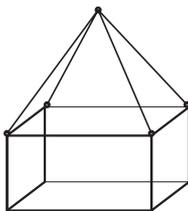

Abb. 1:
- **An allen 4 Ringschrauben gleichzeitig kranen** (wie in **Abb. 1** dargestellt).
z.B. **(C1)** bedeutet: Position C / Abbildung 1 im jeweiligen Kapitel
z.B. **(Kap. 3, C1)** bedeutet: im Kapitel 3 Position C / Abbildung 1